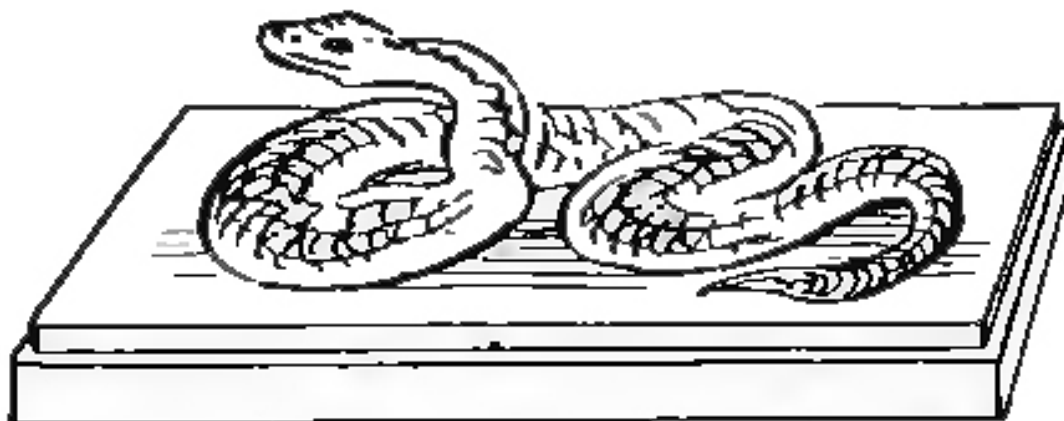

Рисунок 23 – Чучело змеи на музейной подставке
2. Укрепите чучело на подставку, прикрепив его к подставке тонкой проволокой через отверстия в крышке и предварительно смазав место контакта чучела змеи с подставкой клеем (рисунок 23).